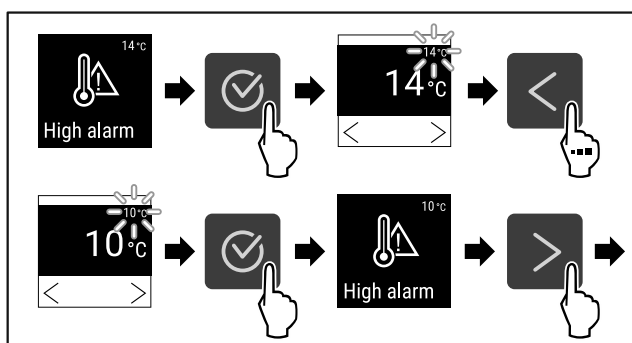

Fig. 114
- Stappen (zie Fig. 114) uitvoeren.